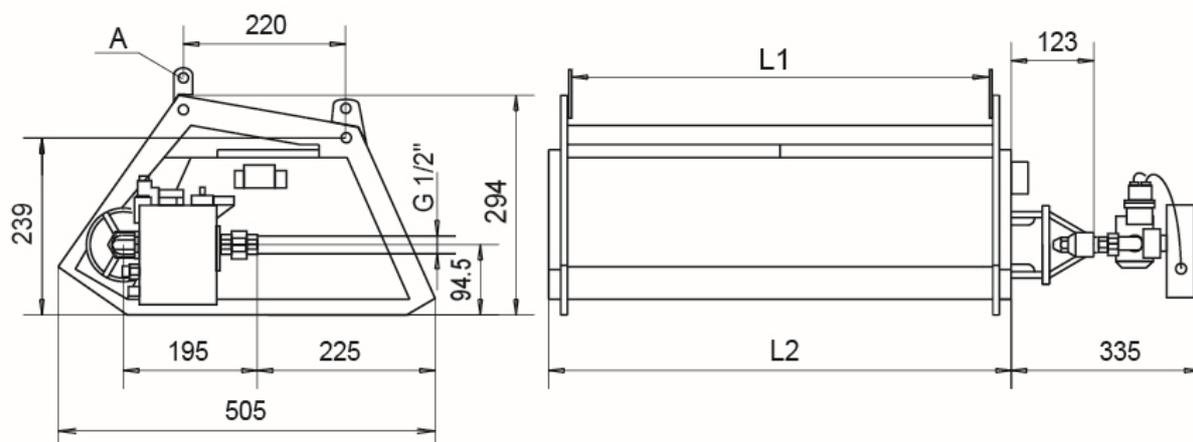

Fig. 9: Dimensiones del calentador
El calentador puede montarse en 4 puntos (A) (vea la Fig. 9, página 14).